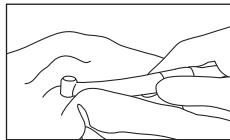

Fig. 8
- 3) Essuyez l'extérieur de la pièce à main en utilisant un tissu humecté de désinfectant ou d'éthanol ayant une teneur de 60 à 90 %. (Fig. 8)